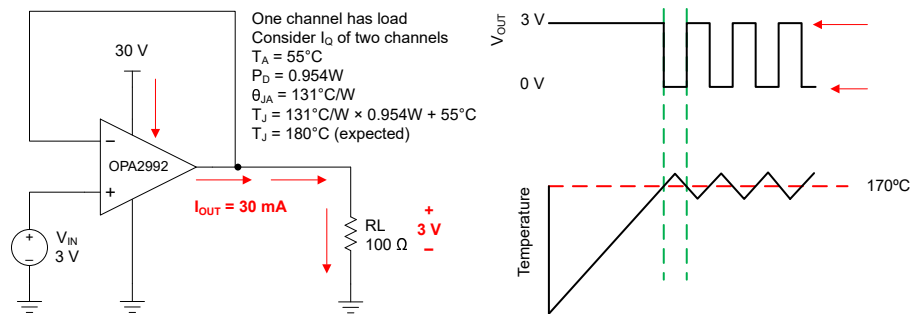

図 6-4. 過熱保護動作
あらゆるアンプは、内部消費電力によって内部（接合部）の温度が上昇します。この現象を「自己発熱」と呼びます。OPAx992 の絶対最大接合部温度は 150°C です。この温度を超えると、デバイスが損傷します。OPAx992 には過熱保護機能があり、自己発熱による損傷を低減できます。この保護機能はデバイスの温度を監視し、温度が 170°C を超えるとオペアンプの出力ドライブをオフにします。OPA2992 の消費電力 (0.954W) のために自己発熱が大きくなるアプリケーションの例を、図 6-4 に示します。この例では、どちらのチャンネルも静止消費電力を持ち、一方のチャンネルには大きな負荷があります。熱に関する計算から、周囲温度が 55°C の場合、デバイスの接合部温度は 180°C に達することが示されます。しかし、実際のデバイスでは出力ドライブがオフになるので、接合部の温度は安全域に回復します。過熱保護時の回路の動作を、図 6-4 に示します。通常の動作では、デバイスはバッファとして動作し、出力は 3V になります。自己発熱によりデバイスの接合部温度が内部制限値を超えた場合、過熱保護機能によって出力が強制的に高インピーダンス状態になり、出力は抵抗 R_L によってグランドにプルダウンされます。過剰な消費電力を引き起こした条件が解消されない場合、出力の障害が修正されるまで、アンプはシャットダウン状態とイネーブル状態をいったりきたりします。放熱性能は、選択したパッケージと PCB レイアウト設計によって大きく異なる場合があることに注意してください。この例では、SOIC (8) パッケージの放熱性能を使用しています。